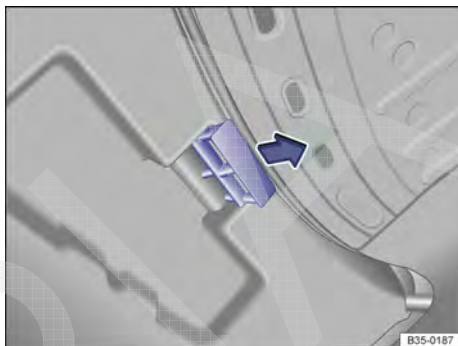

Fig. 66 No compartimento de bagagem: destravamento de emergência para a tampa do compartimento de bagagem.
- Pressionar a alça no sentido da seta → Fig. 66 para destravar a tampa do compartimento de bagagem.